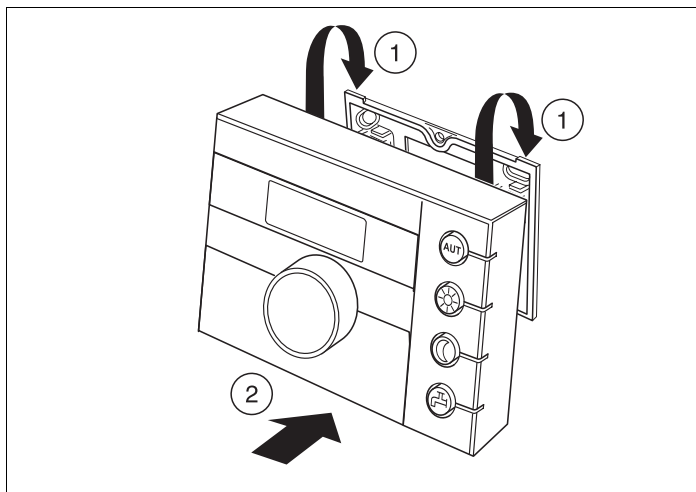

Рис. 4 Установка комнатного регулятора RC20
- Установить комнатный регулятор RC20 сверху на монтажную пластину по направлению стрелок (рис. 4, поз. 1).
- Нажать на регулятор RC20 внизу до щелчка, как это показано стрелкой (рис. 4, поз. 2).
- Разблокировать комнатный регулятор RC20 на нижней стороне (рис. 4, поз. 2) и снять его вверх.